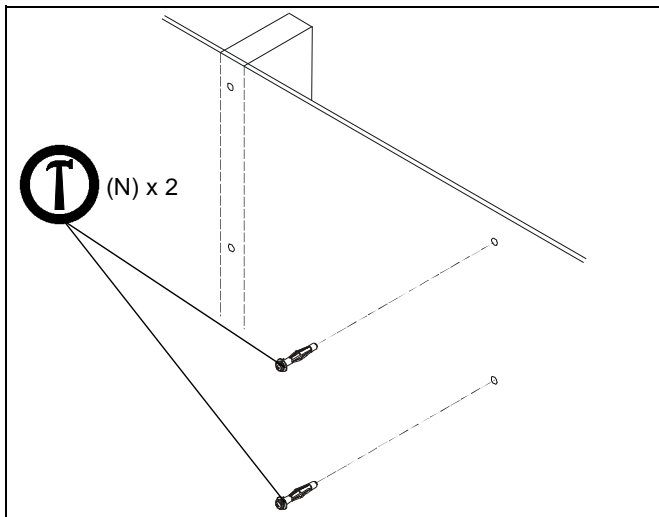
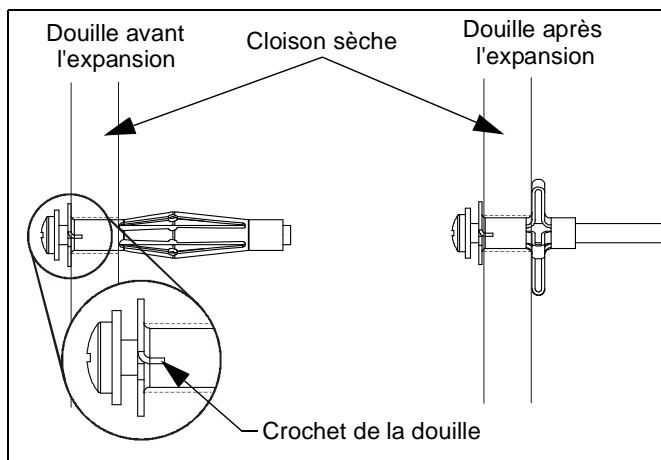

Figure 4
Figure 5
10. Tapez délicatement sur les douilles à expansion (N) pour les enfoncer dans les trous appropriés. Les crochets de douille doivent être complètement insérés dans la cloison sèche. (Voir figure 4) et (Voir figure 5)
11. À l'aide d'un tournevis Phillips, serrez la vis d'ancrage jusqu'à ce que la douille à expansion soit complètement déployée contre le dos de la cloison sèche. (Voir figure 5)